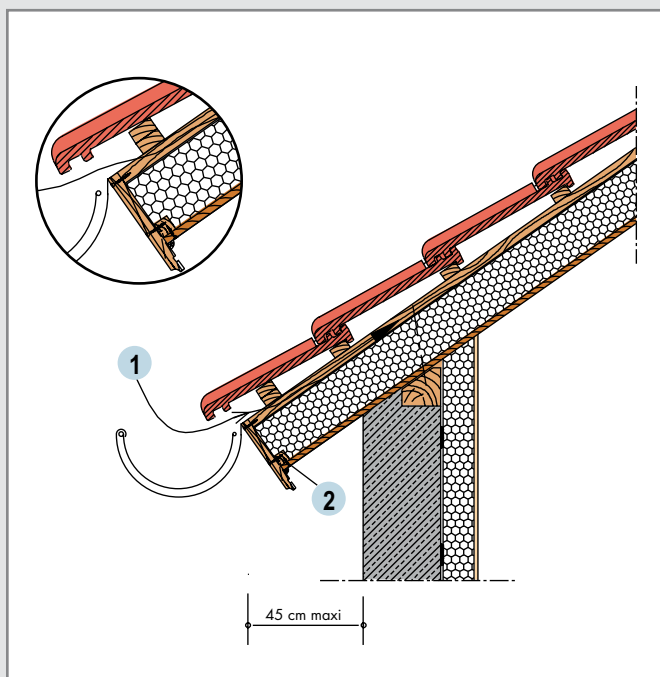

Fig. 14 : Égoût en débord avec Fibratéc Évolution et Fibratéc FM Évolution
- **Pour Fibratéc Évolution FM / Évolution Lambris ou Planche** (fig.14 et 15)
- soit glissée entre isolant et lambris (fig.14)